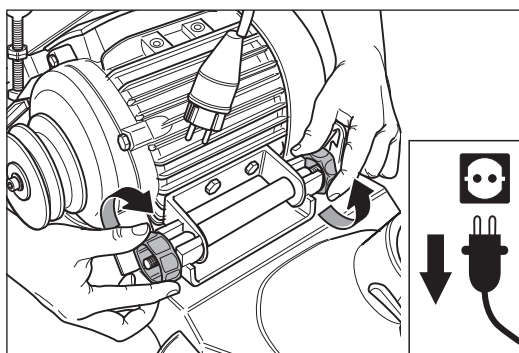

Abb. 105 Die beiden Motormuttern festziehen.
- 7 Ziehen Sie die beiden Motormuttern fest (Abb. 105).